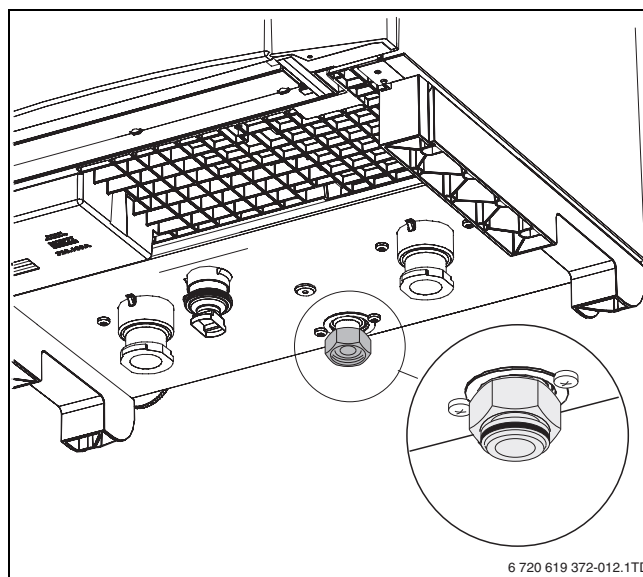

Bild 18 Gummidichtung
- Darauf achten, dass sich die werkseitig vormontierte flache Gummidichtung in der Schraubverbindung (kesselseitig) befindet (→ Bild 18, Lupe).